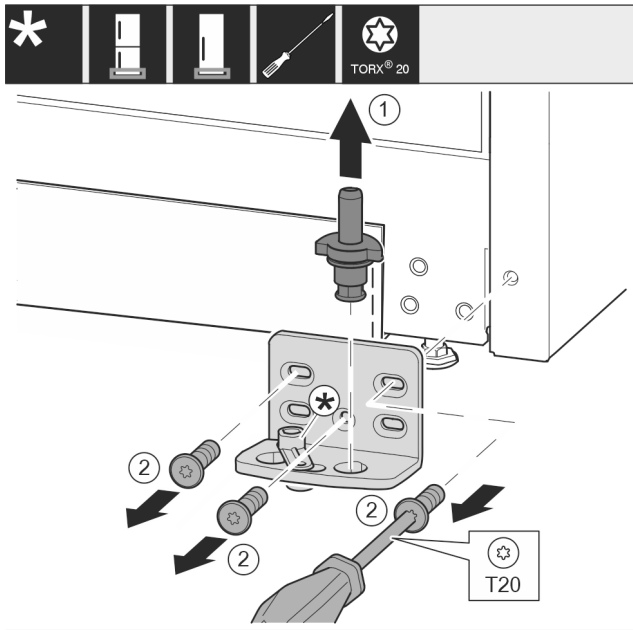

Fig. 39 *
- Nxirrni jashtë komplet bulonin e rrotullimit Fig. 39 (1) nga lart.*
- Lironi vidat Fig. 39 (2) me një kaçavidë dhe hiqni bazamentin mbështetës.*